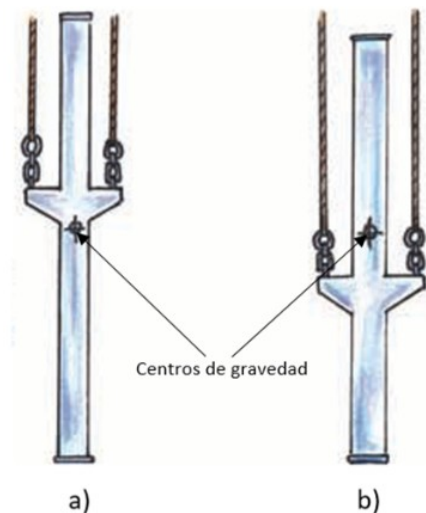

Figura 3
15. A la vista de las configuraciones de carga mostradas en la figura 3, indique cuál de las siguientes afirmaciones es correcta: